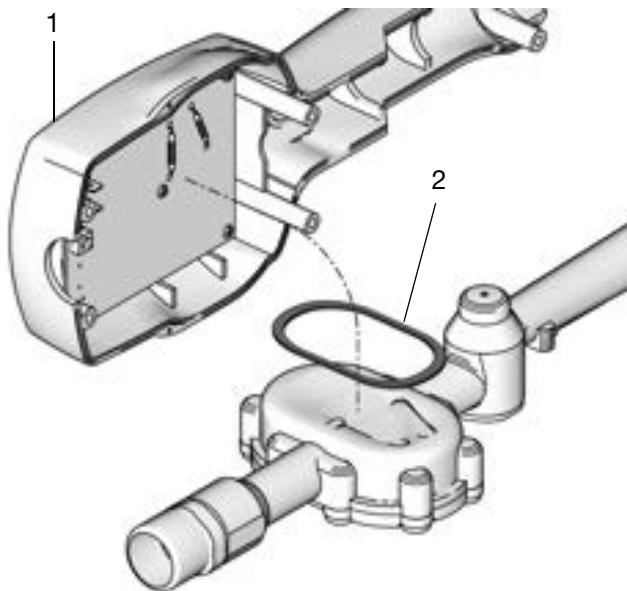

FIG. 4
Es importante dejar bien puesta la junta (2) al instalar los controles electrónicos (1) en la sección de fluido (FIG. 4).